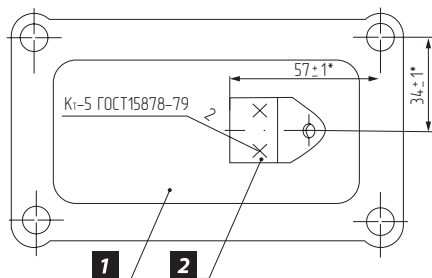

Рис. 14
5. Кронштейн оттяжной пружины [2] приварите или закрепите болтами к крышке люка [1] установки механизма, как показано на **Рис. 14**.